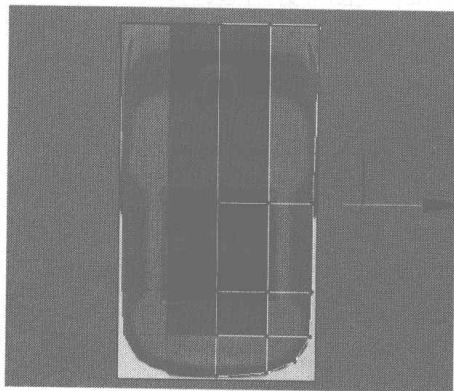
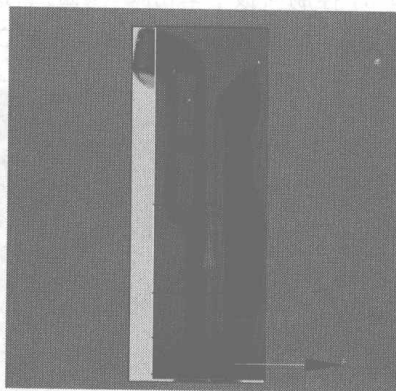
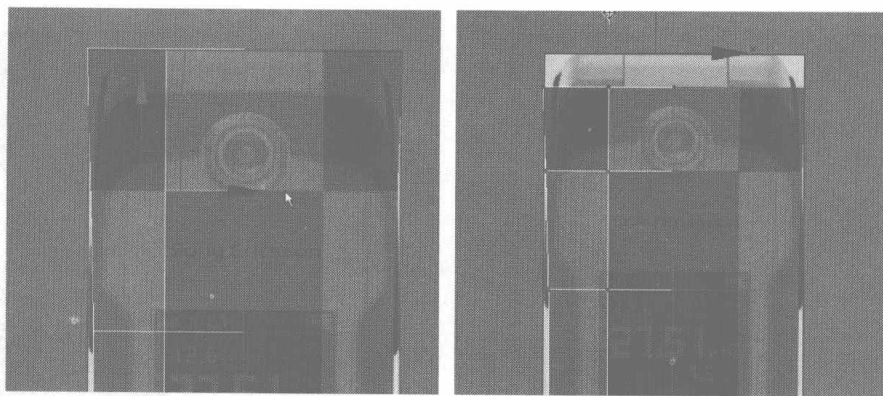

图 4.8
图 4.9
图 4.10
- 06 切换为节点编辑，在 Front 视图中参照贴图调整 Box 上的节点，如图 4.8 所示，再换为边界线编辑，在 Left 视图中选择 Box 侧面的边线，如图 4.9 所示，然后用 Connect 命令，为选择的曲线中间添加一条细分线，并在 Front 视图中 Box 上端添加一条如图 4.10 所示的曲线，再沿 Y 轴向下移动图中所示的节点。